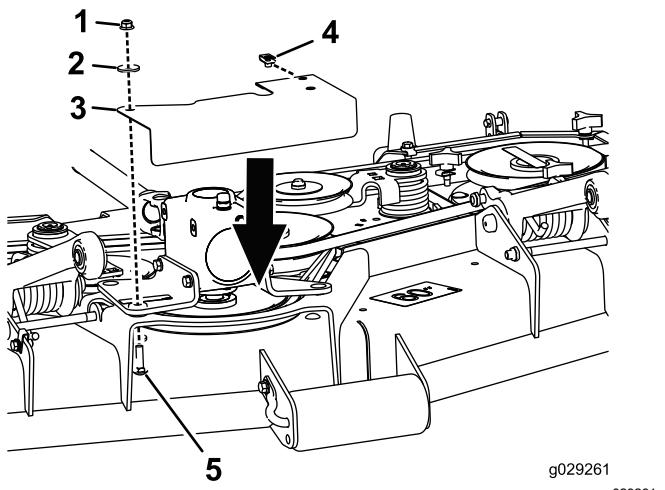

Figure 5
2. À l'aide des écrous retirés à l'opération précédente, montez la protection de la poulie sur les supports du boîtier d'engrenages (Figure 5).